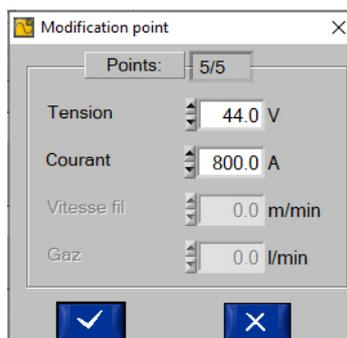

Abb. 13: Seite Änderung von Punkten
- - Die Punkte sind nicht geeignet, gehen Sie in diesem Fall auf den zu korrigierenden Punkt und klicken Sie auf die Registerkarte „Modif“ (Ändern). Die Seite „Modification de points“ (Änderung von Punkten) (Abb. 13) öffnet sich